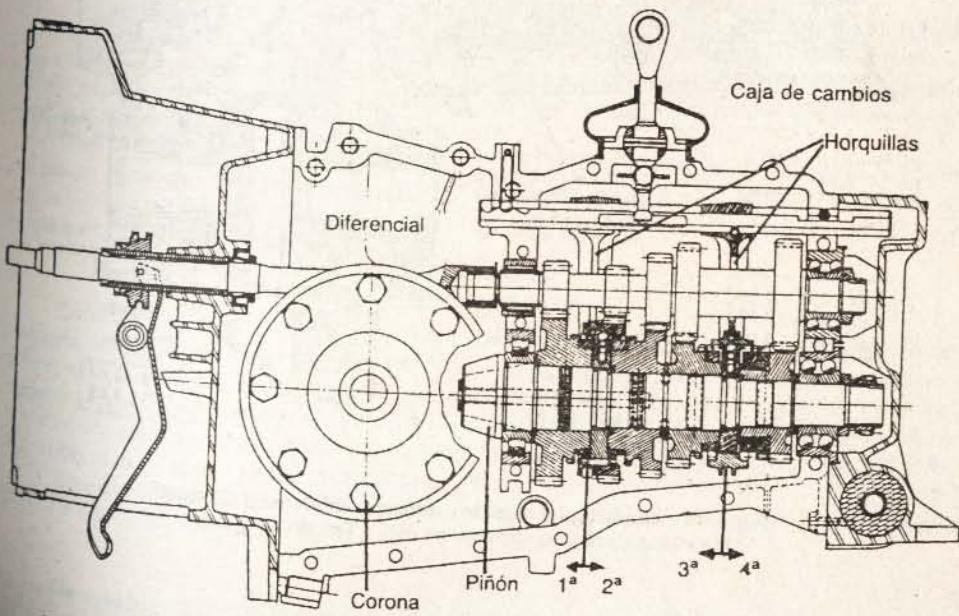

Fig. 5-15.— Diferencial-caja de cambios de GS y GSA
**12. Embrague, caja de cambios y diferencial de GS y CX.**— Los vehículos Citroën GS y CX-2000 y 2200 se fabrican con cajas de cambios de 4 velocidades sincronizadas hacia adelante y una hacia atrás, todas en conjunto con el embrague y el diferencial. El eje de mando (Fig. 5-15) recibe la rotación del embrague y se la transmite al eje primario de la caja, con los engranajes de 1a, retroceso, 2a, 3a y 4a velocidades, los que engranan con los conducidos del eje secundario, en forma permanente.